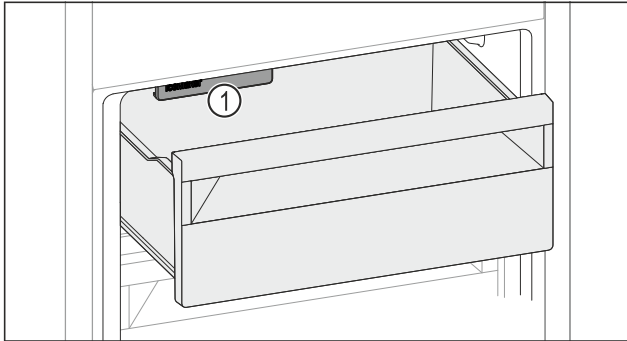

Fig. 224
- IceMaker Fig. 224 (1) berücksichtigen.